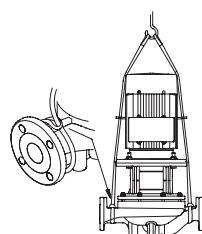

Рис. 1a
- Проушины для транспортировки на электродвигателе служат только для задания направления при захвате груза (Рис. 1a).